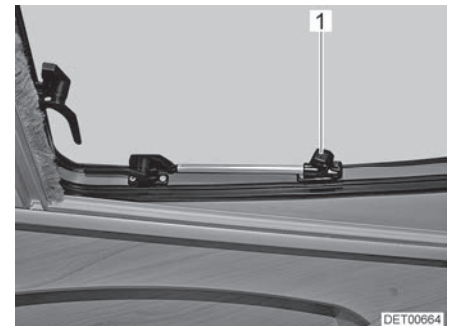

Bild 37 Takfönster med vridspärrar, öppen
- Det takfönstret öppnas till önskat läge och låses med den lettrade hylsan (Bild 37,1).
- Vrid den lettrade hylsan (Bild 37,1) tills låsningen släpper.